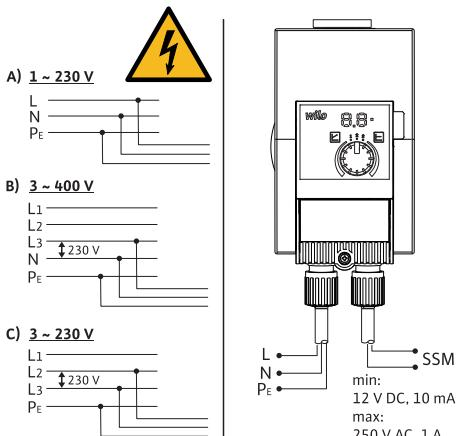

Fig. 3: Mogućnosti priključivanja
- Priklučite na niskonaponske mreže od 230 V. Prilikom priključivanja na IT mreže (oblik mreže Isolé Terre) obvezno osigurajte da napon između faza (L1-L2, L2-L3, L3-L1 → Fig. 3) ne prelazi 230 V. U slučaju pogreške (zemljospoj) napon između faza i PE ne smije prelaziti 230 V.